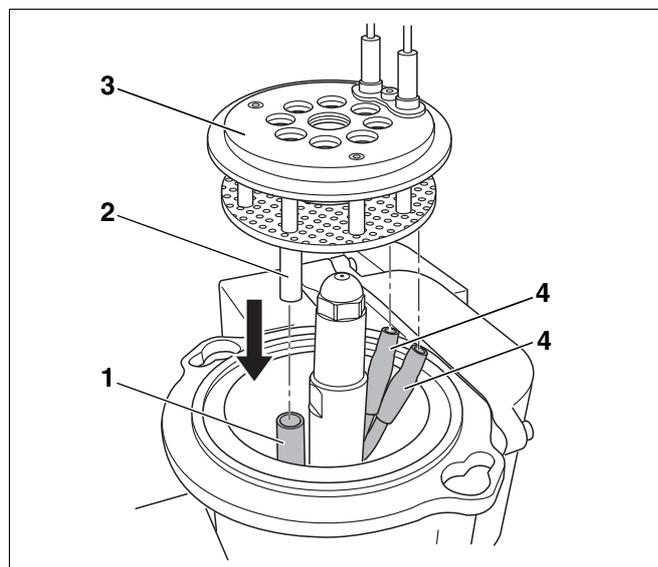

Abb. 29 Mischsystem montieren
- Mischsystem (Abb. 29, **Pos. 3**) wieder einsetzen.
- Zündleitungen (Abb. 29, **Pos. 4**) korrekt befestigen.
- Sichtrohr (Abb. 29, **Pos. 2**) in das Halterohr (Abb. 29, **Pos. 1**) schieben.